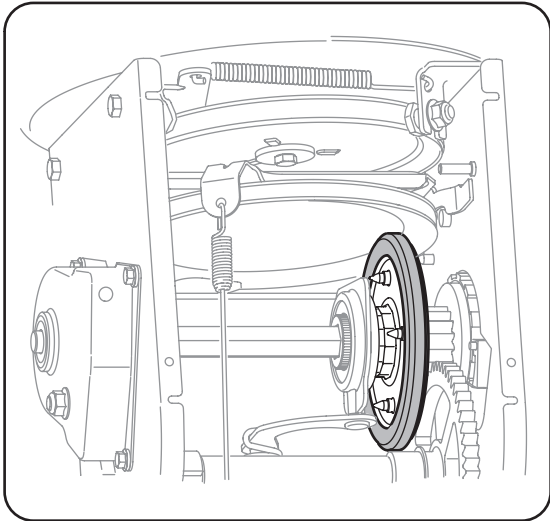

Figure 6-11
4. Examinez soigneusement la roue de frottement pour détecter tout signe d'usure ou de fendillement. Voir la Figure 6-11.
5. a. Utilisez une clé pour pivoter la poulie de tension vers la droite. Voir la Figure 6-11.